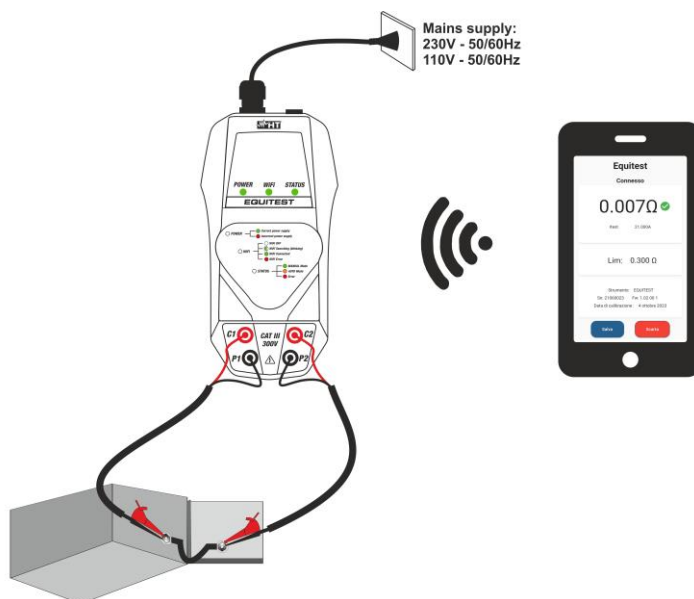

Fig. 4 Uso del instrumento con HT Equitest APP
5. Conecte los dos cables negros del conjunto de cables **C7000** en las entradas **P1** y **P2** y los dos cables rojos en las entradas **C1** y **C2** (ver la Fig. 4)
6. Conecte los cocodrilos del conjunto de cables **C7000** al objeto en pruebas (ver la Fig. 4)
7. Toque el botón "**Medición**" dentro de la APP para activar la prueba en **modo Manual** o simplemente moviendo los terminales de prueba si se selecciona el **modo Automático**. El instrumento proporciona la corriente de prueba >10 A CA y el resultado de la medición se muestra dentro de la aplicación (ver Fig.4) con la indicación "✓" en caso de una prueba aprobada o "!" en caso de una prueba fallida.